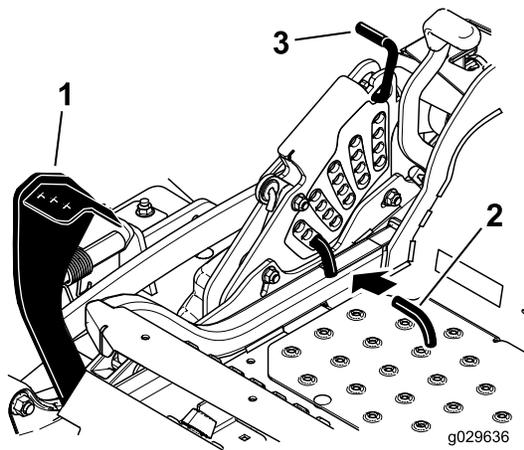

Figura 94
5. Empuje el pedal de elevación de la carcasa hacia delante del todo; la carcasa se enganchará en la posición de transporte de 14 cm (5½") (Figura 94).